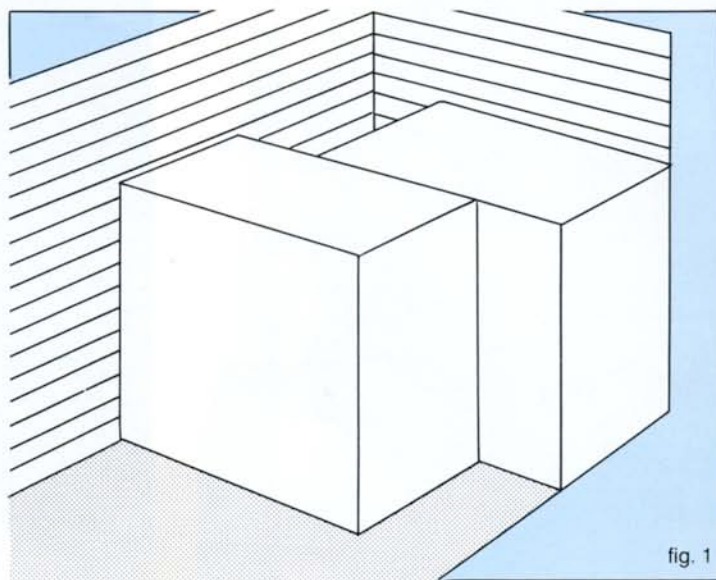

fig. 1
- par une disposition en quinconce des colis contre l'une ou l'autre des parois. fig. 1.